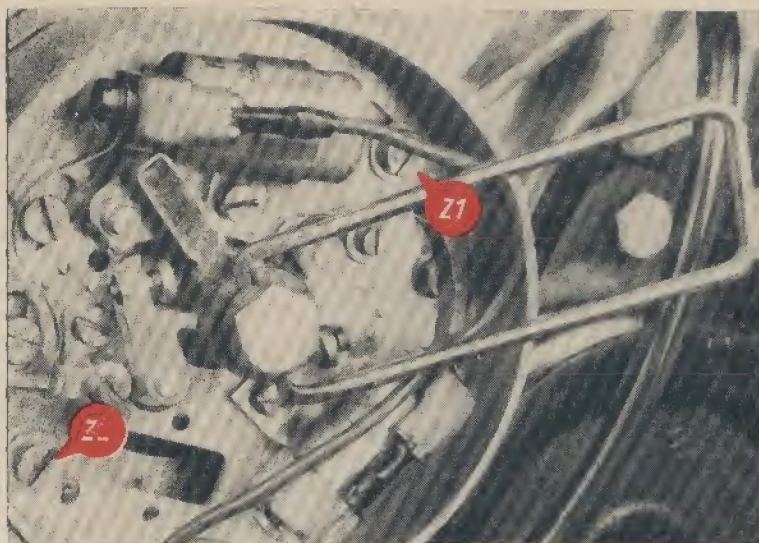

Abb. 38
Zur Zündeneinstellung braucht man außer dem Schraubenzieher und einem Steckschlüssel 7 mm – zur Not geht es auch mit einem hochkant auf die Mutter gesetzten Gabelschlüssel – unbedingt eine Prüflampe, die mit Krokodilklemmen versehen ist und angeklemt werden kann, damit man die Hände frei hat. Bei eingebauter Fliehkraftzündverstellung (Trabant 601) ist ferner eine Aufspreizvorrichtung erforderlich, denn die Zündung muß bei voll aufgespreizten Fliehgewichten eingestellt werden. Mit der im Handel erhältlichen Vorrichtung (Abb. 37) kann der Fliehkraftregler in voll aufgespreizter Stellung festgeklemmt werden. Steht diese Vorrichtung nicht zur Verfügung, so kann man sich mit einer entsprechend gebogenen Motorradspeiche helfen (Abb. 38), die in die Nuten am Nocken eingreift und dessen Verdrehung ermöglicht. Zum Aufspreizen der Gewichte muß die Speiche bis zum Anschlag in Pfeilrichtung gedreht und während der Prüfung des Zündzeitpunktes festgehalten werden.
5. Fliehkewichte aufspreizen, Kurbelwelle langsam rechts herum drehen, bis die erloschene Prüflampe gerade wieder aufleuchtet. Bei Beginn des Aufleuchtens muß die Kerbe der Keilriemenscheibe an der Unterkante des Lineals stehen. Steht sie höher oder tiefer, so muß die Einstellung korrigiert werden. Dazu stellt man die Kerbe genau neben die Unterkante des Lineals und löst die Schrauben Z 1, Z 2 und Z 3 (Abb. 38 und 39). Bei
Das Verölen der serienmäßigen Miramid-Unterbrecher ist eine der häufigsten Zündstörungen, die unterwegs so viel „Freude“ bereiten. Zum Entölen kann man einen Lappen auf den Schraubenzieher wickeln und zwischen die Kontakte stecken. Meist geht es dann schon wieder. Zur gründlichen Reinigung nimmt man besser die Grundplatte heraus. Dabei werden die Kabel von ihren Flachsteckern an den Kondensatoren abgezogen und nur die beiden Schrauben Z 1 und Z 2 herausgeschraubt (Abb. 38). Man kann auch die Unterbrecher auseinandernehmen und dazu die Schrauben S 1 und S 2 lösen (Unterbrecherhebel aber nicht auswechseln!). Nur die Sechskantmutter Z 3 und die Schrauben Z 4, Z 5, U 1 und U 2 dürfen nicht gelockert werden, sonst verstellen sich die Zündung bzw. die Kontaktabstände. Die Sechskantmutter Z 3 hat mit der Befestigung der Grundplatte nichts zu tun. Sie hält nur einen Zapfen, der in Verbindung mit einer Bohrung im Unterbrechergehäuse die unveränderte Lage der Grundplatte gewährleistet.